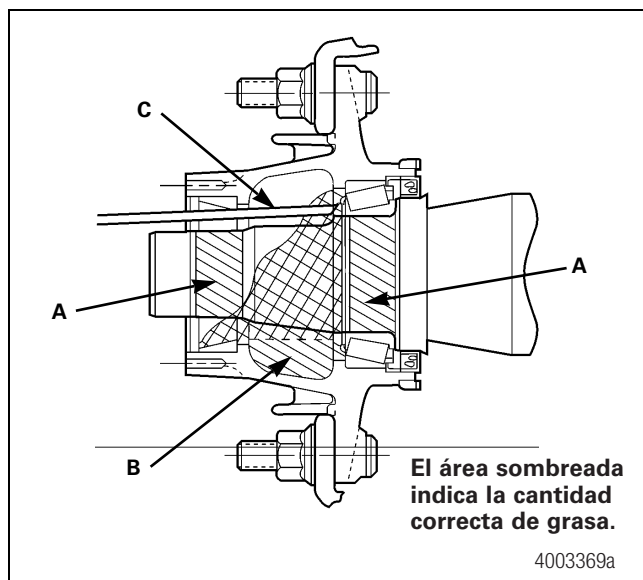

Figura 14.7
2. Aplique una capa ligera de grasa sintética en los muñones de cojinete de la espiga. Consulte "A" en la Figura 14.7.
4. Llene la cavidad de la maza con grasa sintética hasta el diámetro más pequeño de la taza exterior. Consulte "B" en la Figura 14.7.
5. En la parte superior de la espiga, y lo más lejos posible, bombee grasa sintética adicional hasta que parezca que la grasa se desbordará. Instale rápidamente el cono de cojinete exterior. Consulte "C" en la Figura 14.7.
6. La grasa en el alojamiento de la maza ocupará aproximadamente 1/3 de la capacidad total, desde la posición horaria de las cuatro a la de las ocho en punto. Lo anterior supone colocar aproximadamente 1.5 libras de grasa. Sin embargo, los diferentes diseños de maza pueden requerir mayor o menor cantidad de grasa. Figura 14.7.